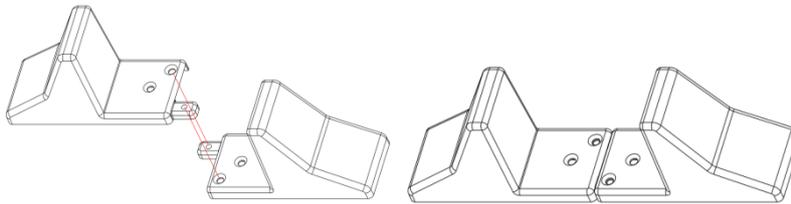

Рисунок 2-1: Узел опорных оснований с проставкой
- 1) Взять опорные основания и проставки, затем собрать проставку с опорными основаниями, как показано на *рис. 2-1*. Для моделей ИБП длительного резервного питания необходимы 4 опорных основания, для моделей ИБП стандартного резервного питания или аккумуляторных блоков необходимы 4 дополнительных проставки.